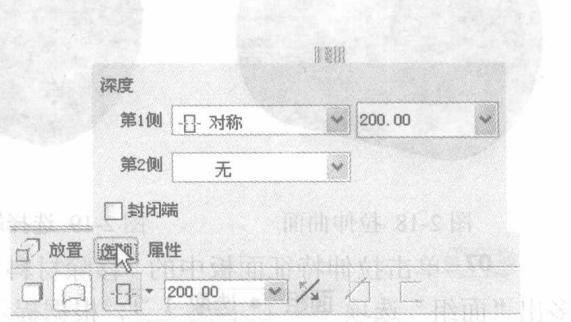

图2-15 “选项”按钮弹出面板
**04** 如果生成两端封闭的拉伸曲面，单击拉伸曲面特征面板中“选项”按钮，在弹出的上滑面板中，如图2-15所示，选中“封闭端”复选框。